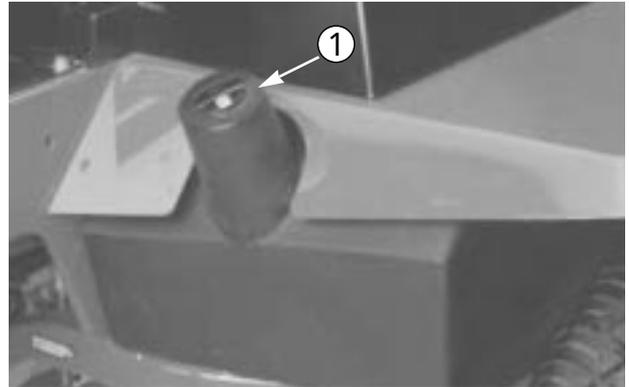

図 57
3. インジェクション・ポンプ・レバーのアーム (図57) をハイアイドル・ストップに当てた状態でケーブル・コネクタを締める。